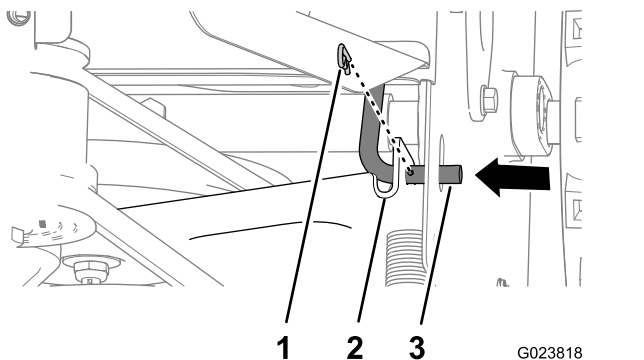

Figura 41
2. Retire la chaveta de la varilla de control de tracción (Figura 41).
3. Retire la varilla de control de tracción del soporte del control de tracción moviendo la varilla hacia dentro (Figura 41).
5. Mueva el soporte del control de tracción hacia atrás y alinee el taladro del soporte con la varilla de control de tracción (Figura 41).
6. Pase la varilla por el soporte y sujete la varilla con la chaveta (Figura 41).